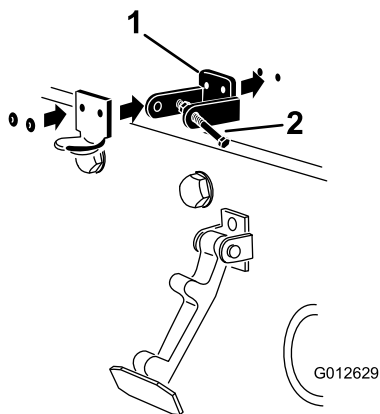

图 13
注意 锁定支架必须紧贴机罩 (图 13)。不要从锁定支架臂卸下螺栓和螺母总成。
5. 用铆钉将支架和垫圈铆定到机罩 (图 13)。